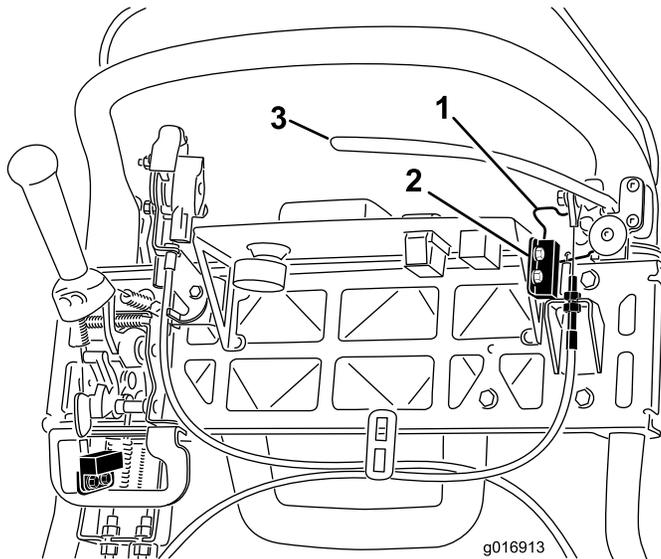

Figura 40
4. Afloje las fijaciones de montaje del interruptor de seguridad (Figura 40).
5. Coloque un suplemento de 1,6 mm de grosor entre el seguro del freno de estacionamiento y el interruptor de seguridad (Figura 40).